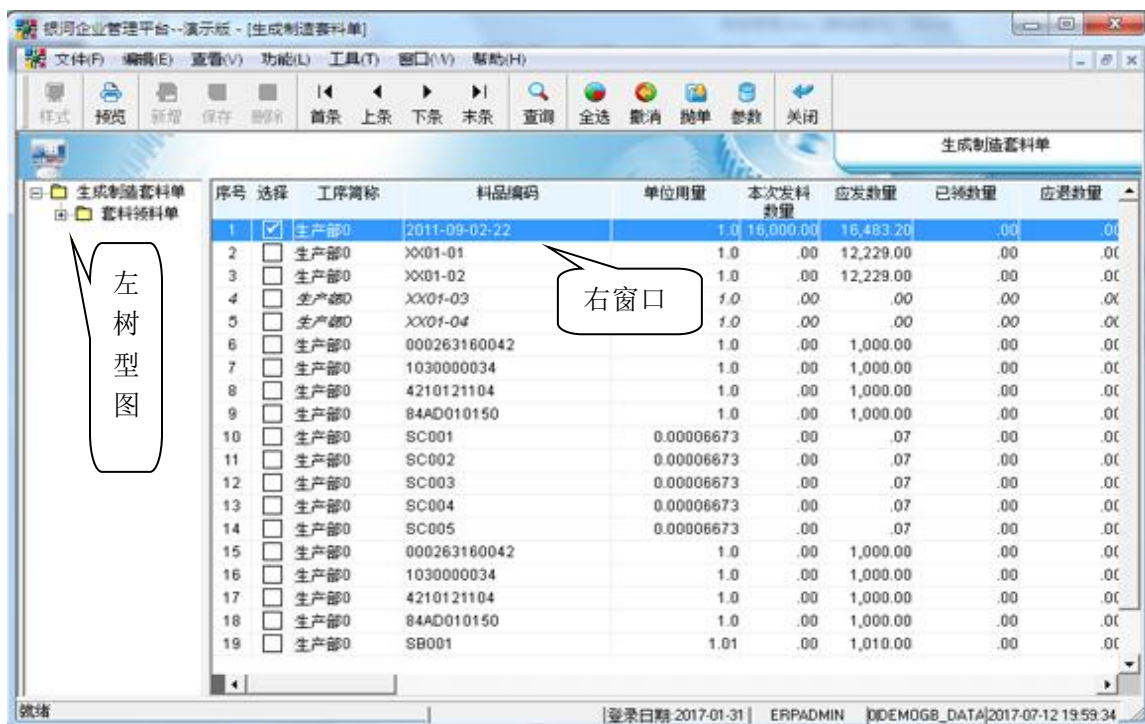

图 15
登录系统后，在左边的树型图中，找到“物控管理/制造发料控制/生成制造发套料单”后双击它，进入“生成制造发套料单”窗口（见图 15），此文件柜发套料，生成制造领退料单
具体操作：在图 15 的左边的树型图选定某一制造批号，右窗口会显示对应的材料情况（可通过对制造批号分组），选定需要发料的材料后，点击菜单项“功能/抛出”或点击相应图标，将选定的发料材料转成制造单领退料
- 说明：1. 如果需要对某些制造批号合并发料，则只需对制造批号分组；如果不需合并发料，对制造批号单独发料，则还需对制造批号过滤（在点击某制造批号时，图 15 右窗口只会显示本制造批号的材料）
#### 栏位说明（图 15，斜体字记录表示此料是替代料）